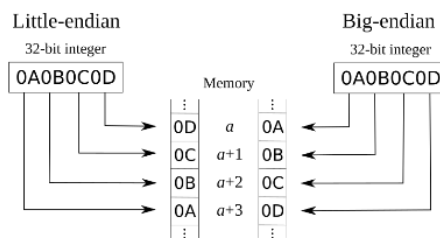

Figura 1
- Dado que el subsistema de potencia esta desarrollado sobre equipos no Intel/AMD el encoding del valor crudo es “big-endian”, ¿Es compatible con su hardware? ¿Cómo podría deducir (por código C) que tipo de encoding tiene el hardware con el que está trabajando ahora? (Ver Figura 1). En caso de no ser compatible deberá resolver el problema. Implemente una solución que reconozca (usando simplemente C) el tipo de encoding tiene del hardware donde está corriendo y efectué el ajuste sobre el dato solo si corresponde). Complemente con conocimientos adquiridos en otras asignaturas.